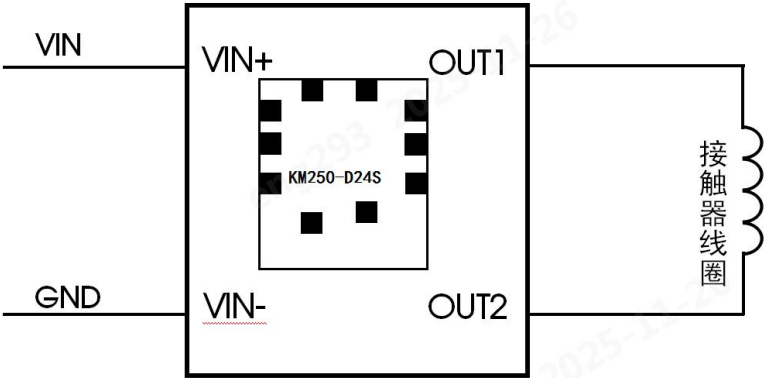

图 9：典型应用连接图
2. 产品典型应用连接图见图 9, 产品 VIN+引脚、VIN-引脚分别连接直流输入的正、负, OUT1 引脚、OUT2 引脚连接接触器线圈;